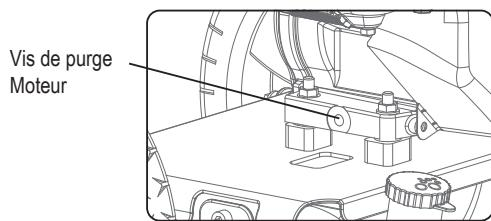

Fig. 15
- Placez un bac récipient à huile sur le sol pour recueillir l'huile. Enlevez l'écrou de vidange d'huile situé sur la socle du carter moteur (fig 15), puis inclinez la laveuse à pression vers l'arrière et sur le côté pour vider l'huile complètement.